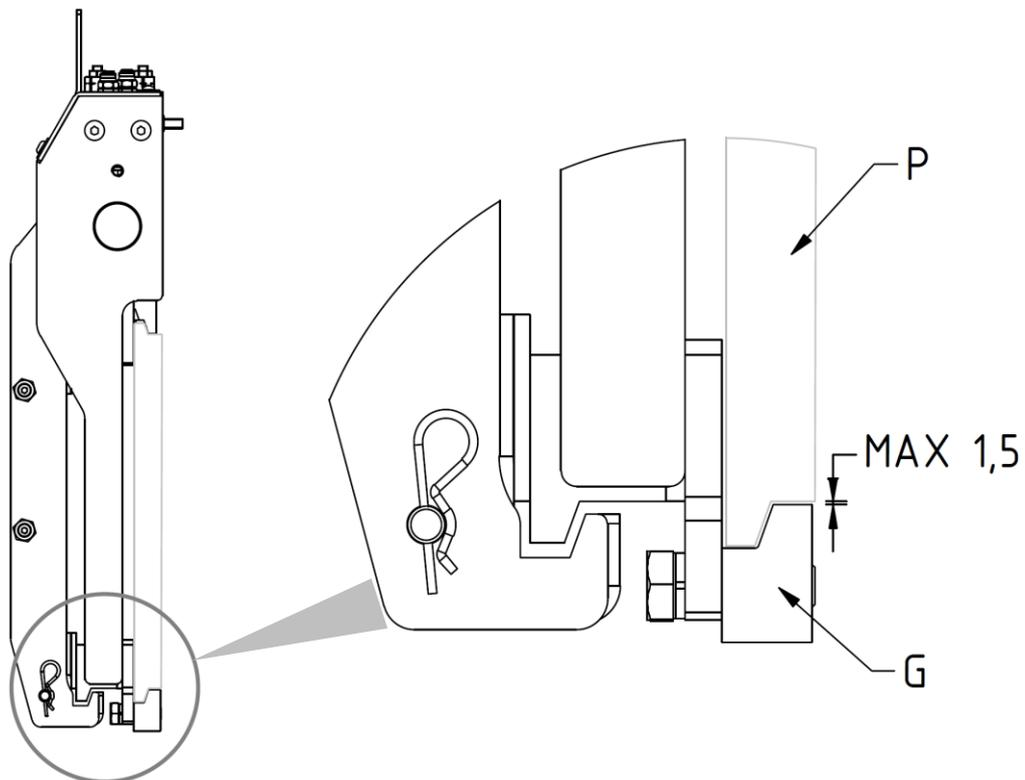

Figure 8
7. Revisser les 2 crochets inférieurs **G** de manière à ce que le corps de ces derniers reste accroché aussi en bas du tablier porte-fourches **P** (avec un jeu max. de 1,5 mm, voir détail *Figure 8*), en serrant avec le couple de serrage indiqué dans le *Tableau 4*.
3. Contrôler le jeu entre la partie inférieure du tablier porte-fourches et les crochets inférieurs de l'équipement, en vérifiant qu'il est conforme aux indications du *Figure 5* (page 12) et *Figure 8* (page 15) et, éventuellement, intervenir sur le serrage des vis qui les soutiennent.